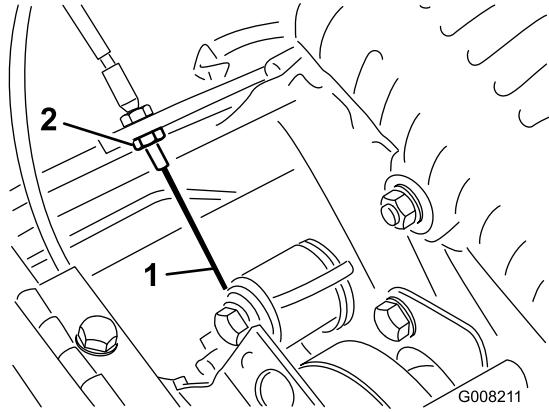

図 36
3. 走行ケーブルの前ジャム・ナットをゆるめ、後ジャム・ナット（図 36）を締めてケーブルの張りを出し、3.2～4.0 kgの力で走行コントロールがつながるようにする。力の計測はコントロール・ノブの部分で行う。